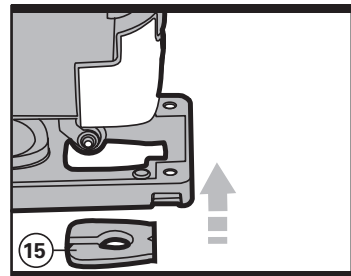

Fig 11
El inserto contra astillado (15) evita el astillado de la superficie al cortar madera. Coloque el inserto contra astillado por debajo de la base (Ver Fig 11).